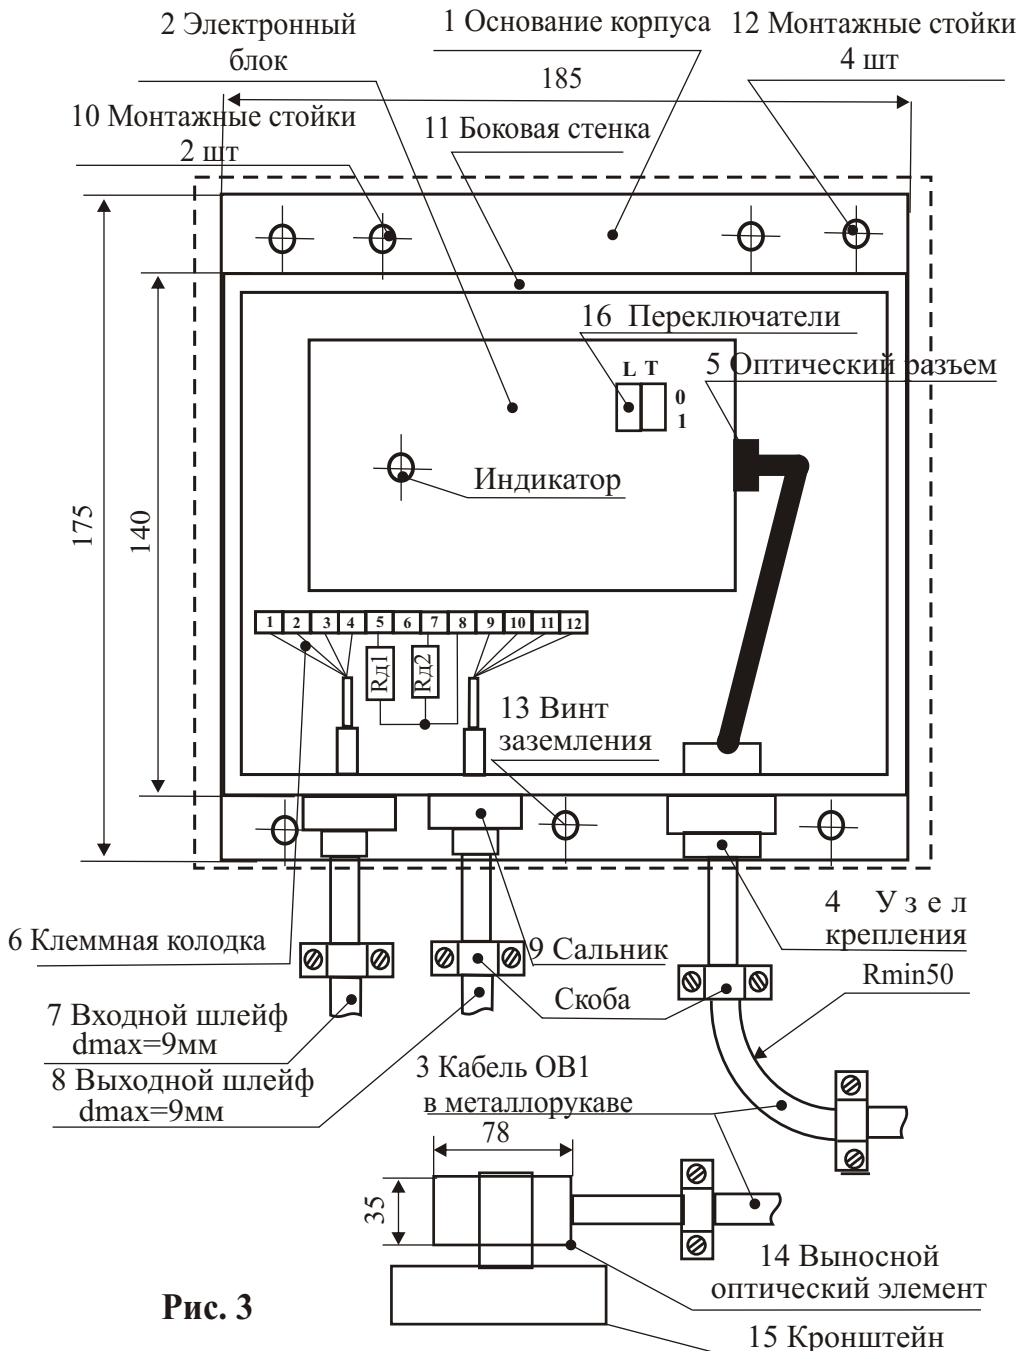

Рис. 3
2.2.8 Установить с помощью переключателя Т (поз. 16 на рис. 3 в Приложении) время срабатывания 6 секунды ($T=0$), или увеличенное время 12 секунд ($T=1$). Увеличенное время срабатывания выбирается для повышения помехозащищенности извещателя.
2.2.9 Установить с помощью переключателя L (поз. 16 на рис. 3 в Приложении) дальность обнаружения 30м ($L=0$), или уменьшенную дальность 15м ($L=1$). Уменьшенная дальность - при оптических помехах и небольших размерах помещения.